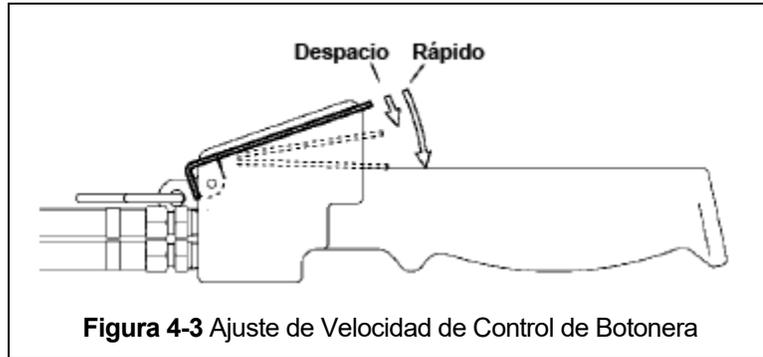

Figura 4-3 Ajuste de Velocidad de Control de Botonera
- 4.4.1 Para el control de botonera, la velocidad se puede ajustar por la cantidad que se presiona la palanca. Como se muestra a continuación en la Figura 4-3, presionando ligeramente la palanca, podrá controlar los movimientos del polipasto/tecle lentamente y con más precisión. Al presionar aún más la palanca, la velocidad del polipasto/tecle aumentará hasta que la palanca esté completamente presionada.